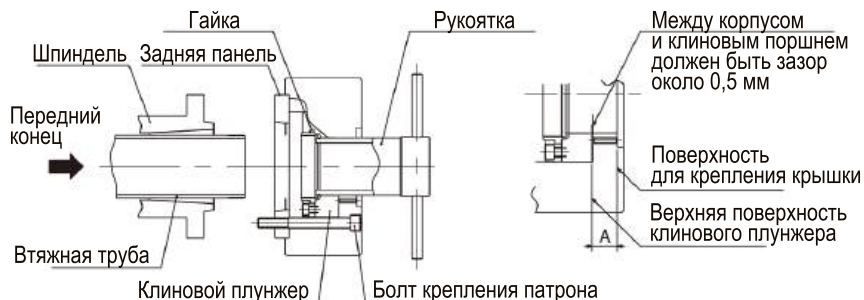

Рисунок 22
- Подходящим положением клинового поршня на переднем конце цилиндра является положение, при котором размер А на рис. 22 соответствует показанному в таблице ниже